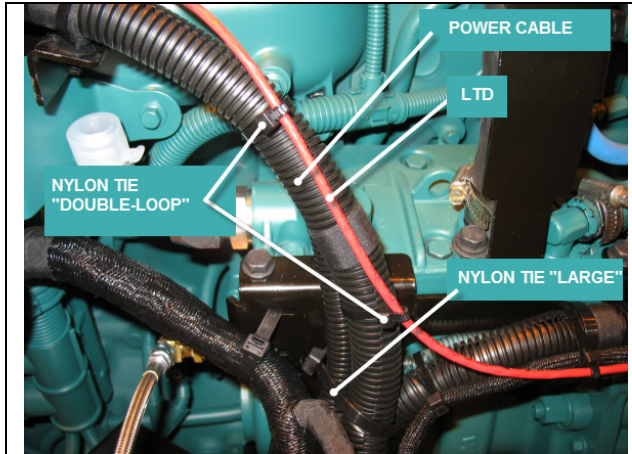

FIGURE 18
10. Si applicable, réinstallez le LTD le long du câble de puissance à l'aide d'attaches de nylon à double boucle #507664 comme précédemment installé. Pour une installation appropriée, se référer aux FIGURE 18 à FIGURE 22 et lire les consignes d'installation du détecteur thermique linéaire (LTD) dans ce document.